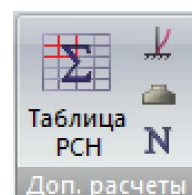

Рис. 68. Панель **Доп.расчеты**
- **Доп. расчеты** (рис.68) – задание исходных данных для вычисления перемещений в узлах и усилий (напряжений) в элементах от стандартных и произвольных линейных комбинаций загружений (РСН), для расчета нагрузок на фрагмент, для вычисления главных и эквивалентных напряжений в конечных элементах, для расчета на устойчивость;
Панель **Доп. расчеты** (рис.68) содержит следующие команды: